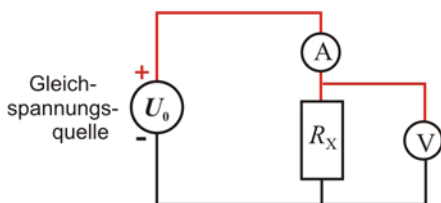
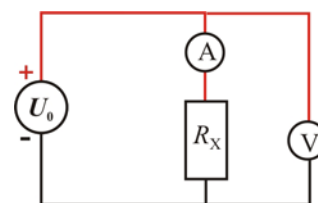

Abb. 1 Spannungsrichtige Schaltung
Abb. 2. Stromrichtige Schaltung
Ein unbekannter Widerstand R_X lässt sich näherungsweise mit den Schaltungen nach Abb. 1 und 2 bestimmen. Mit der gemessenen Spannung U_{exp} und dem gemessenen Strom I_{exp} erhalten Sie den gemessenen Widerstand
1. Messen Sie mit den beiden Analogmessgeräten Strom und Spannung an dem gleichen Widerstand R_X nach der Schaltung Abb. 1. und nach der Schaltung Abb. 2.
Man erkennt hier an dem Ersatzschaltbild, dass bei der Stromfehlerschaltung Abb. 1 der Stromfehler tatsächlich sehr groß werden kann. Wenn der Innenwiderstand R_{iV} des Voltmeters genau so groß ist wie der Widerstand R_X des Messobjekts, zeigt das Amperemeter doppelt so viel an, wie durch das Messobjekt tatsächlich fließen. Dies gilt analog auch für die Spannungsfehlerschaltung Abb. 2, diesmal nur für kleine Widerstandswerte des Messobjekts.
- Können Sie die eingerahmte Regel oben anhand der Abb. 1 – 3 plausibel machen und die Bemerkung *Achtung, Gefahr* erklären?